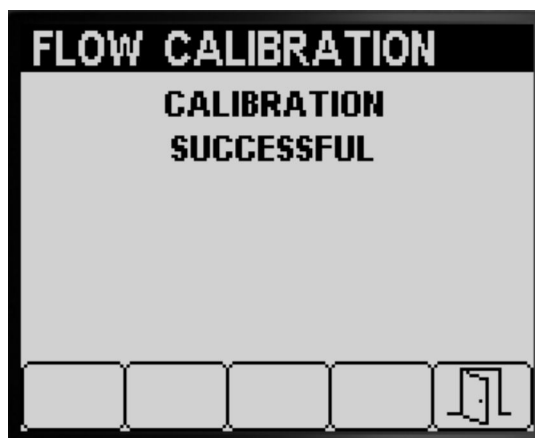
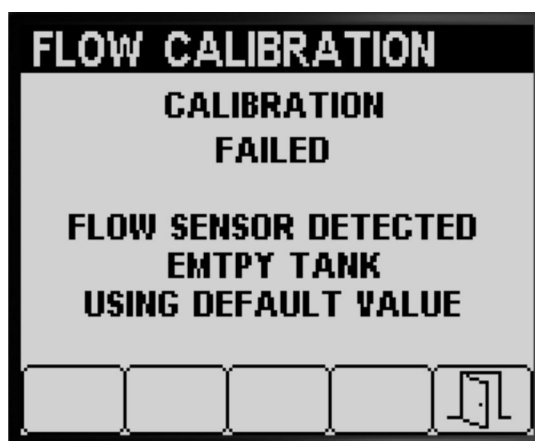

図 55
図 56
3. ボタン 5 を押して速度のキャリブレーション画面終了する図 55、図 56 および図 57。